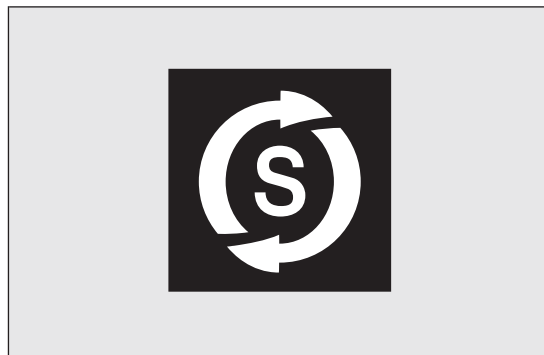

fig. 104
L'arresto del motore è segnalato dall'icona fig. 104 sul display, secondo gli allestimenti.
Nei casi suddetti è visibile il lampeggio della spia fig. 104 e, dove previsto, un messaggio informativo sul display.
- ❑ climatizzatore automatico, per consentire un adeguato livello di comfort termico oppure attivazione MAX - DEF. Con marcia inserita, il riavviamento automatico del motore è consentito solamente premendo a fondo il pedale frizione. L'operazione è richiesta al conducente dal lampeggio della spia fig. 104 sul quadro strumenti e, dove previsto, mediante il messaggio sul display.
Nelle condizioni di arresto motore mediante il sistema Start&Stop, se il conducente slaccia la propria cintura di sicurezza e apre la porta lato guida o lato passeggero, il riavvio motore è consentito solamente con la chiave. Questa condizione è segnalata al conducente sia tramite un buzzer, sia attraverso il lampeggio della spia fig. 104 sul quadro strumenti e, dove previsto, con un messaggio informativo sul display.